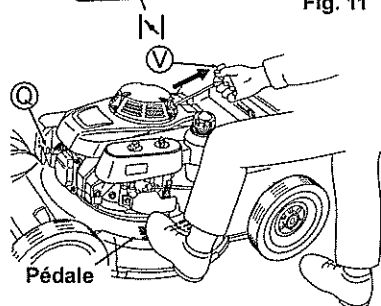

Fig. 12 16
1 Installez le capuchon de la bougie (Q). (Voir Fig. 12)
4 Pour démarrer le moteur, placez un pied sur la pédale du logement, tirez doucement sur le bouton du Démarreur (V) et arrêtez temporairement de tirer lorsque vous sentez une certaine résistance du bouton (Voir Fig. 12), puis tirez fortement sur le bouton à partir de cette position. Après cela, faites doucement revenir le bouton du Démarreur (V) dans sa position initiale.